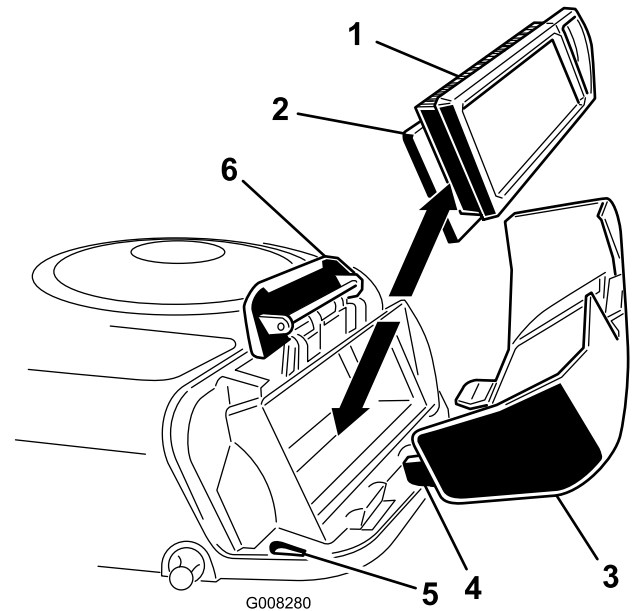

Bild 21
2. Fluchten Sie die Nasen des Luftfilterdeckels mit den Schlitzern im Gebläsegehäuse aus (Bild 21). Haken Sie den Griff in die Abdeckung ein und drücken auf den Griff, um diesen einzurasten.